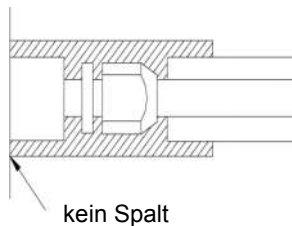

Abb. 8
2. Die Anschlüsse an der Inneneinheit sollten mit Wärmedämmung isoliert werden. Zwischen der Wärmedämmung und dem Gerät soll sich kein Spalt befinden, wie in Abb. 8 dargestellt.